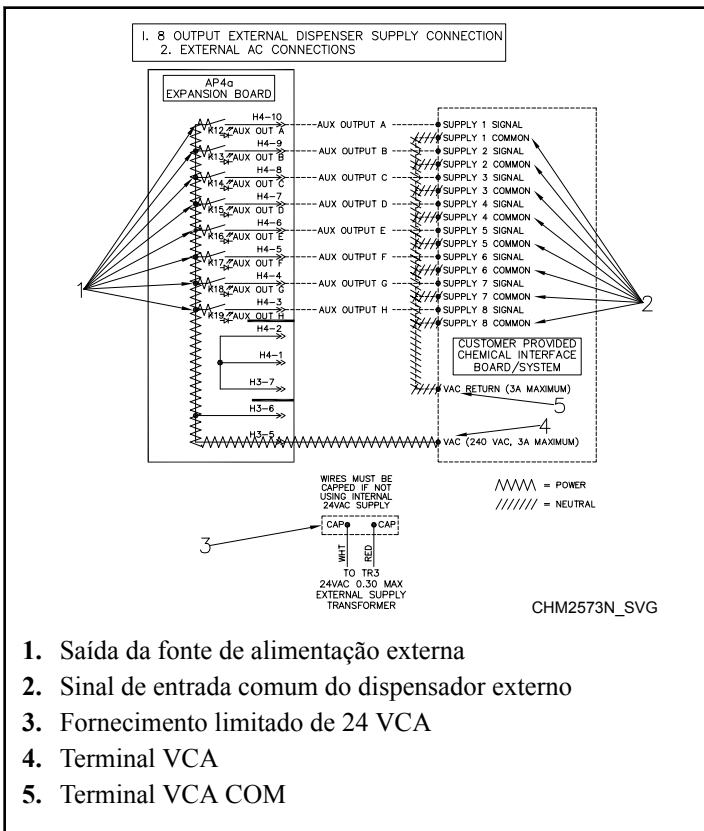
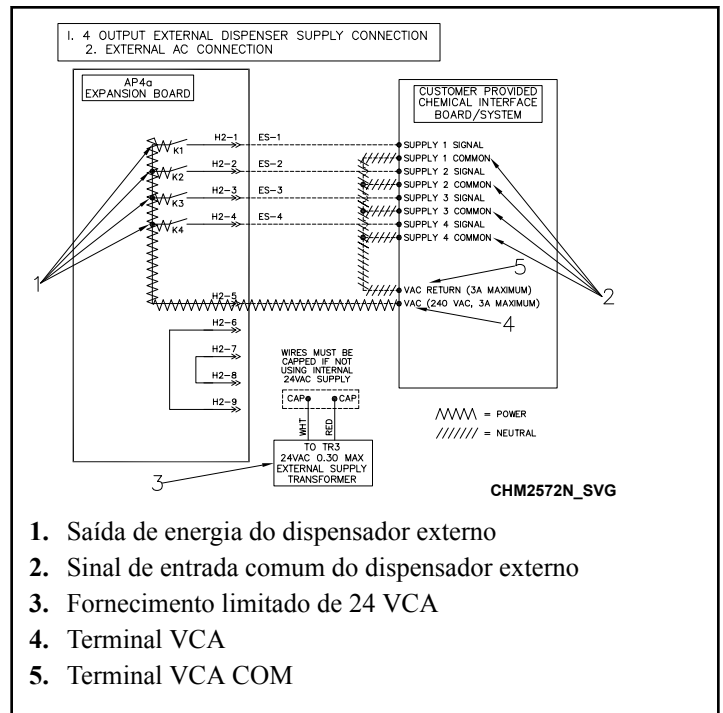

Figura 39
Figura 40
2. Conecte um lado da fonte de alimentação externa ao "RELAY COM" (relé de comunicação) e o outro aos sinais de entrada comuns do dispensador externo. Consulte a *Figura 39* e *Figura 40*.